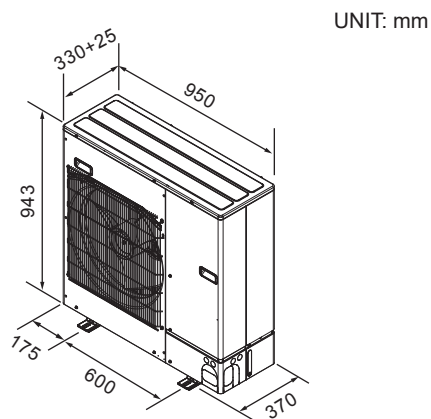

Afb. 2-2
- Installeer buitenapparaten op een plaats met minimaal een van de vier zijden open en in een ruimte zonder verlagings die voldoende groot is. (Afb. 2-2)